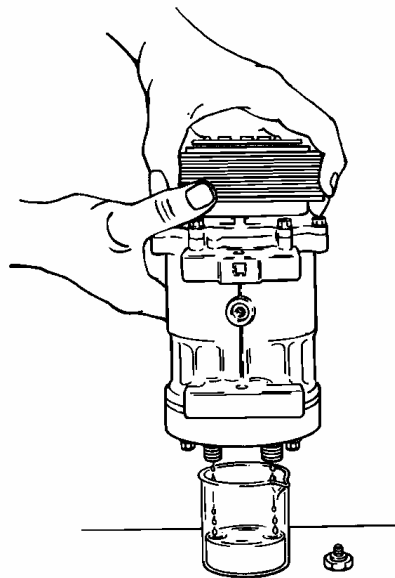

Figura 47 Drene el Aceite Mientras Gira la Flecha
5. Drene el aceite restante de los puertos de succión y descarga, hacia el contenedor calibrado, mientras que gira la flecha (en sentido de las manecillas únicamente) con la mano o una llave en la tuerca de retención de la armadura (refiérase a la Figura 47). Vuelva a colocar las tapas en los puertos de succión de descarga.